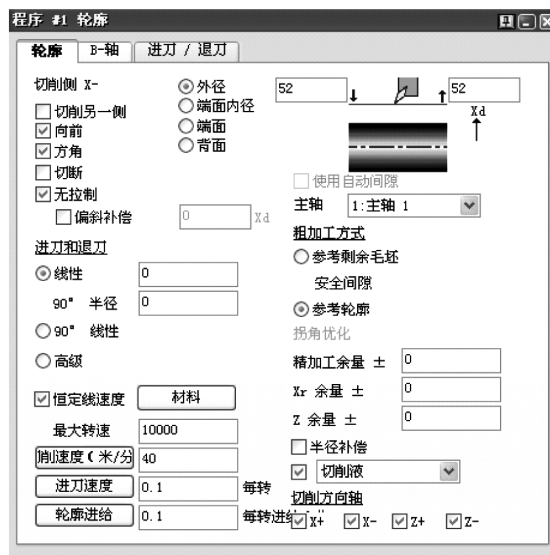

图 6-20 轮廓加工
8) 应用#8 刀具创建轮廓加工程序，如图 6-20 所示。